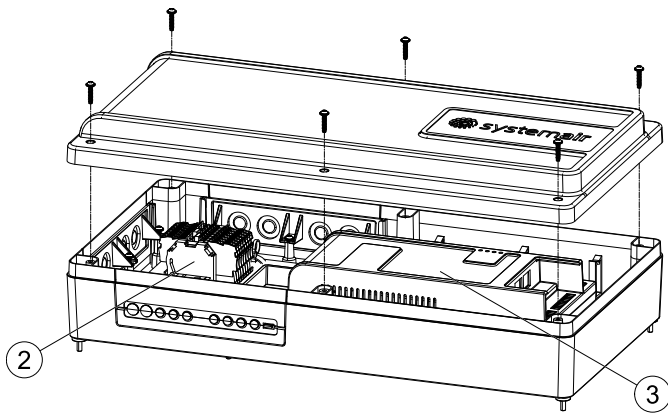

Fig. 18
Ouvrez le de commande le coffret de régulation figure 18. Dévissez le couvercle de connexion (1) et retirez le couvercle et le peigne avec les prises qui ferment hermétiquement la zone de connexion. Ouvrez une prise nécessaire pour connecter le NaviPad (2). Cela s'applique également aux autres connexions au régulateur.